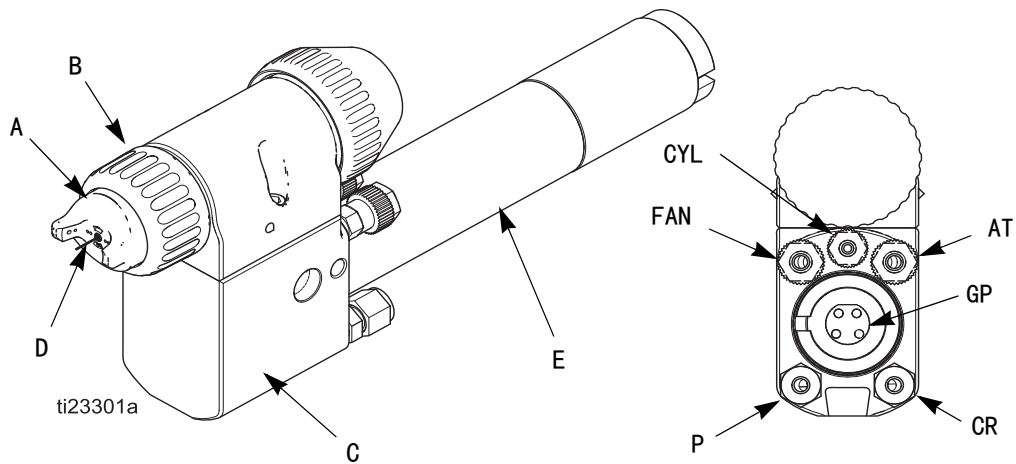

图 1. 带有后装架的喷枪概览
自动静电空气喷枪操作极其简单，类似传统空气喷枪。雾化和风扇空气从空气帽 (A) 排出。参见图 1(第 8 页)。
控制器向电源 (E) 发电, 将电压增加至控制器所设的等级。静电进入歧管 (C) 并被导向喷枪电极 (D)。液体由喷枪电极充电。带电的液体被吸引到最近的接地物体上, 包覆和均匀地涂盖所有表面。参见图 1(第 8 页)。